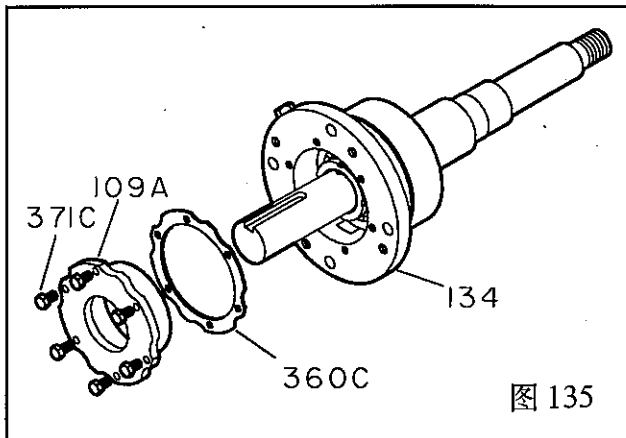

图 135
7. 装上垫片(360C)、端盖(109A)和螺栓(371C)，螺栓的扭矩值参照表 9。检查轴是否能转动自如。(图 135)